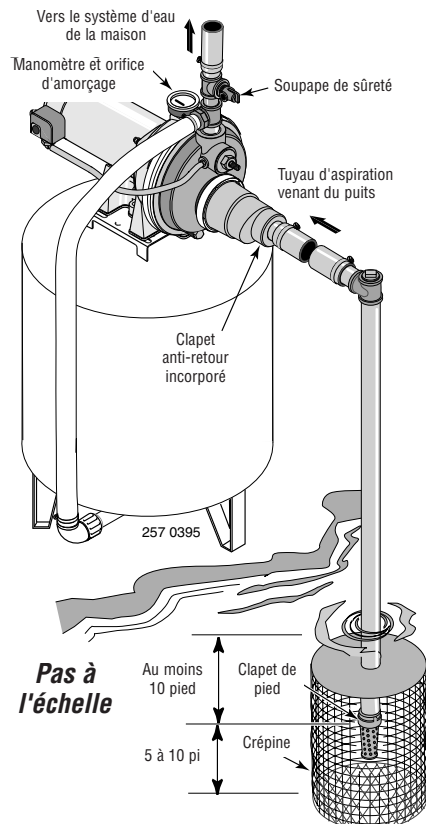

Figure 9 : Installation pour les eaux de surface
- 4 ° Assembler le clapet de pied et le tuyau d'aspiration (voir la Figure 9). S'assurer que le clapet de pied fonctionne librement. Utiliser du ruban téflon ou de la pâte pour raccords filetés à base de téflon sur les raccords filetés. Poser une crépine autour du clapet de pied pour le protéger contre les poissons, les déchets, etc. (voir la Figure 9).
- 6 ° Poser le té d'amorçage, le bouchon d'amorçage et le tuyau d'aspiration sur la pompe (voir la Figure 9). Supporter le tuyau de façon qu'il ne soit pas cintré afin qu'il n'exerce pas de contraintes sur le corps de la pompe; de plus, il doit être légèrement incliné vers le haut, du puits jusqu'à la pompe (les points hauts risquent de causer des poches et des bouchons d'air dans la pompe). Rendre étanches les raccords du tuyau d'aspiration avec du ruban téflon ou une pâte pour raccords filetés à base de téflon. Les raccords doivent être étanches à l'air et à l'eau. Si le tuyau d'aspiration aspire de l'air, la pompe ne pompera pas l'eau du puits.